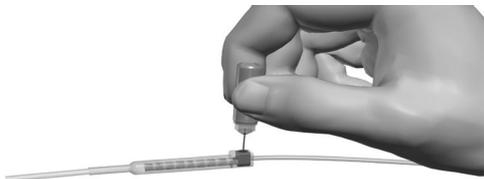

Figure 25. Verrouillage du connecteur de la sonde-extension
3. À l'aide de la clé hexagonale fournie, faites tourner la vis de pression du connecteur de la sonde-extension dans le sens horaire jusqu'à ce qu'un déclic se fasse entendre, indiquant qu'elle est bloquée (voir Figure 25).